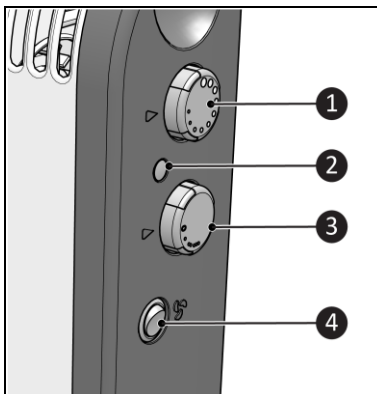

Figura 8
1. Rotiți butonul de alimentare (Figura 8, poz. 3) în poziția dorită:
2. Rotiți butonul termostatului (Figura 8, poz. 1) spre maxim. Lumina de veghe (Figura 8, poz. 2) se va aprinde.
3. Când s-a atins temperatura ambiantă dorită, rotiți încet butonul termostatului (Figura 8, poz. 1) în sens invers acelor de ceasornic, până când auziți un clic. Termostatul va menține temperatura actuală prin pornirea și oprirea radiatorului.
4. Pentru o distribuție mai rapidă și mai bună a căldurii, porniți ventilatorul (Figura 8, poz. 4).
5. Dacă este necesar, rotiți butonul de alimentare (Figura 8, poz. 3) pentru o putere mai mare sau mai mică.
6. Dacă este necesar, rotiți butonul termostatului (Figura 8, poz. 1) pentru o temperatură mai mare sau mai mică.
1. Setati butonul termostatului (Figura 8, poz. 1) în poziția „maxim”.
2. Lăsați butonul de alimentare (Figura 8, poz. 3) în poziția OFF (OPRIT).
3. Porniți ventilatorul (Figura 8, poz. 4).
1. Asigurați-vă că butonul de alimentare este în poziția OFF (Figura 8, poz. 3).
2. Asigurați-vă că întrerupătorul ventilatorului este în poziția OFF (O) (Figura 8, poz. 4).